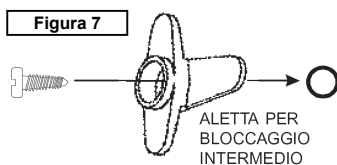

Figura 7
- Fissare (con le viti apposite) i blocchi intermedi avendo cura di permettere la rotazione dell'aletta di bloccaggio (figura 7)